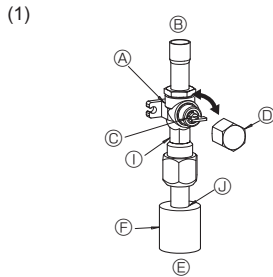
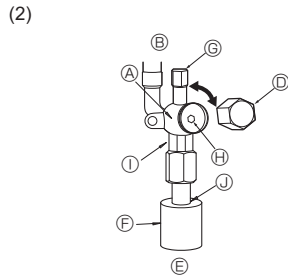

Fig. 4-6
Fig. 4-7
- (1) Lado del gas (Fig. 4-6)
- ① Quite la tapa, tire de la manivela hacia usted y gire 1/4 de vuelta hacia la izquierda para abrir.
- ② Cerciérese de que la válvula de parada esté completamente abierta, empuje la manivela y enrosque la tapa en su posición original.
- (2) Lado de líquido (Fig. 4-7)
- ① Abra la tapa y gire la varilla de válvula hacia la izquierda hasta su tope, utilizando una llave hexagonal de 4 mm. Deje de girar cuando llega al tope. (ø9,52: Aproximadamente 10 revoluciones)